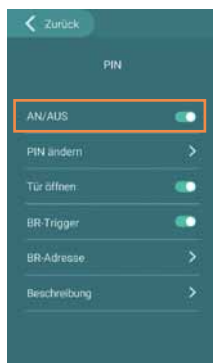
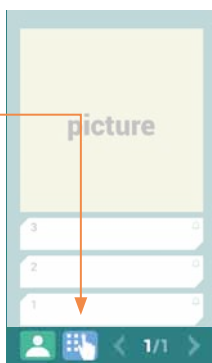

Abb. 6
Abb. 7
- Über **AN/AUS** (Abb. 6) lässt sich die PIN-Funktion sowie das Zahlenfeld für die PIN-Eingabe am Bildschirm aktivieren (Abb. 7).